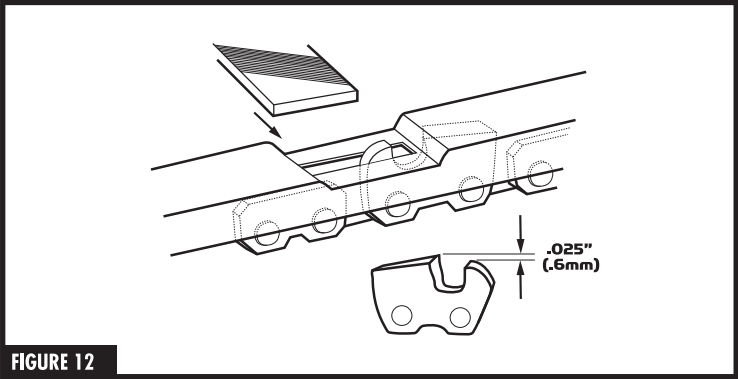

FIGURE 12
- If the cutter's depth gauge extends above the slot in the depth gauge, file the cutter's depth gauge down until it is level with depth gauge tool. Make sure to keep the round profile on the front of the cutter's depth gauge (Figure 12).
- Si la jauge de profondeur de la chaîne coupante dépasse la fente de la jauge de profondeur, limez le bas de la jauge de profondeur de la chaîne jusqu'à ce qu'elle soit de niveau avec la jauge de profondeur. Veillez à ce que le profil de l'avant de la jauge de profondeur de la chaîne coupante reste rond (Figure 12).